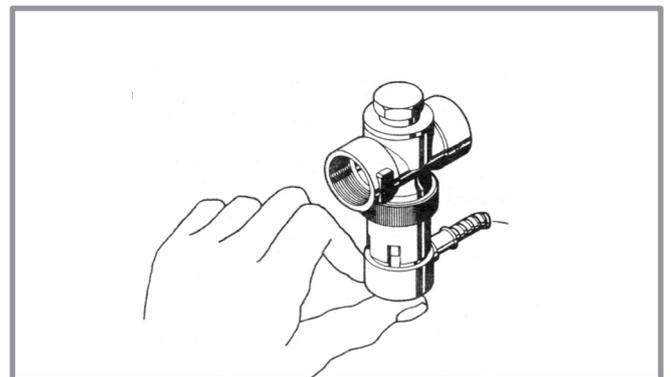

fig. 32 - Vanne de sécurité thermique
- Presser le capuchon rouge contre la soupape (*fig. 32*) => l'eau doit s'écouler dans l'entonnoir.